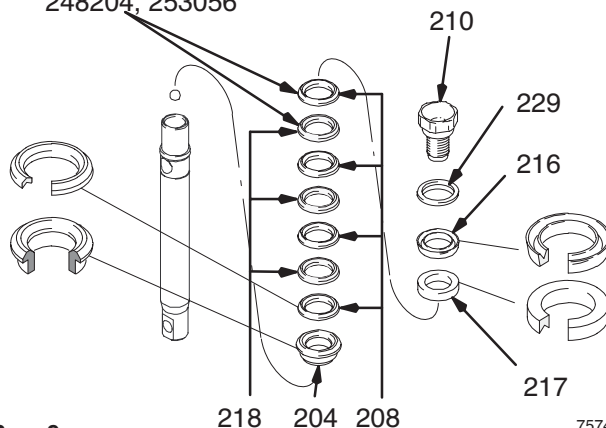

Рис. 9
Рис. 9. Перед сборкой замочите все кожаные уплотнения в масле SAE 30 W, как минимум, на 1 час. Набейте сальник (204), вставляемый внутрь, на шток поршня. Либо набейте полиэтиленом сверхвысокого молекулярного веса (208) и установите кожаное уплотнение (218) (отметьте положение) на шток поршня. Установите наружный сальник (217). Установите грязесъемник поршня (216) (обратите внимание на ориентацию) и зубчатую шайбу (229) на клапан поршня (210). Специальной уплотнительной пасты на резьбе клапана поршня хватает на четыре смены уплотнений. После четырех смен уплотнений нанесите на резьбу клапана поршня пасту Loctite®.